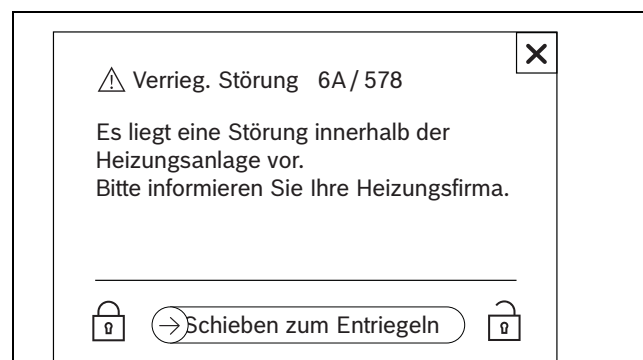

Bild 92 Verriegelnde Störung (Beispiel)
- Entriegelung erfolgt über  → Schieben zum Entriegeln  (→ Bild 92).